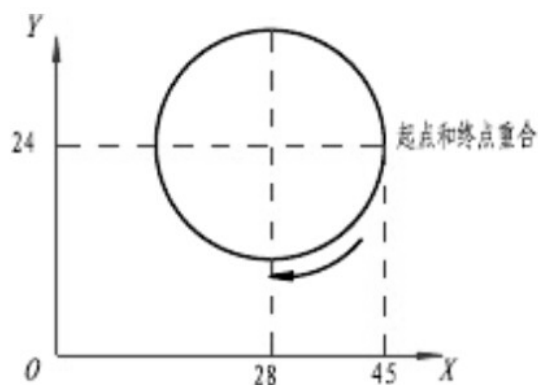

图 8
**程序实例:** 如图 8 所示, 用圆心编程加工整圆。编程程序如下: